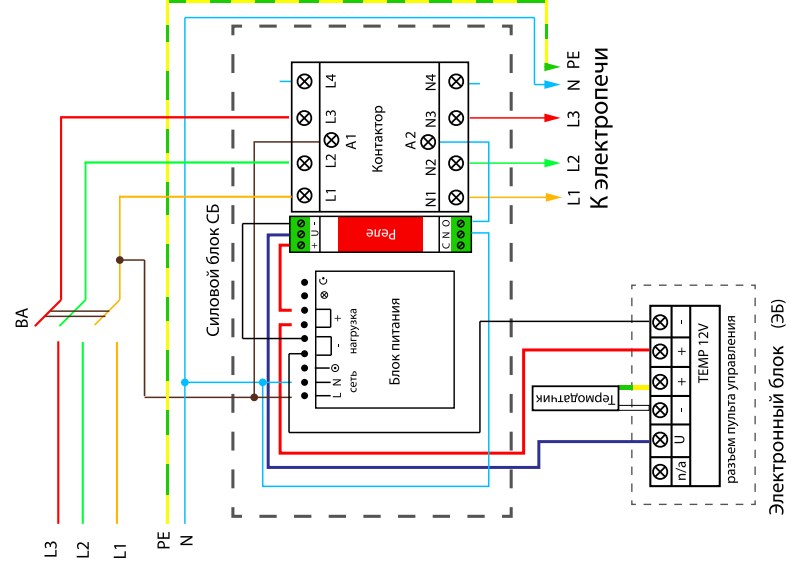

Рисунок 1. Подключение электропечи к пульту ПУ 01М
6.1. Подключать электропечь ЭНУ “Премьера” следует согласно схеме.(рис. 1)